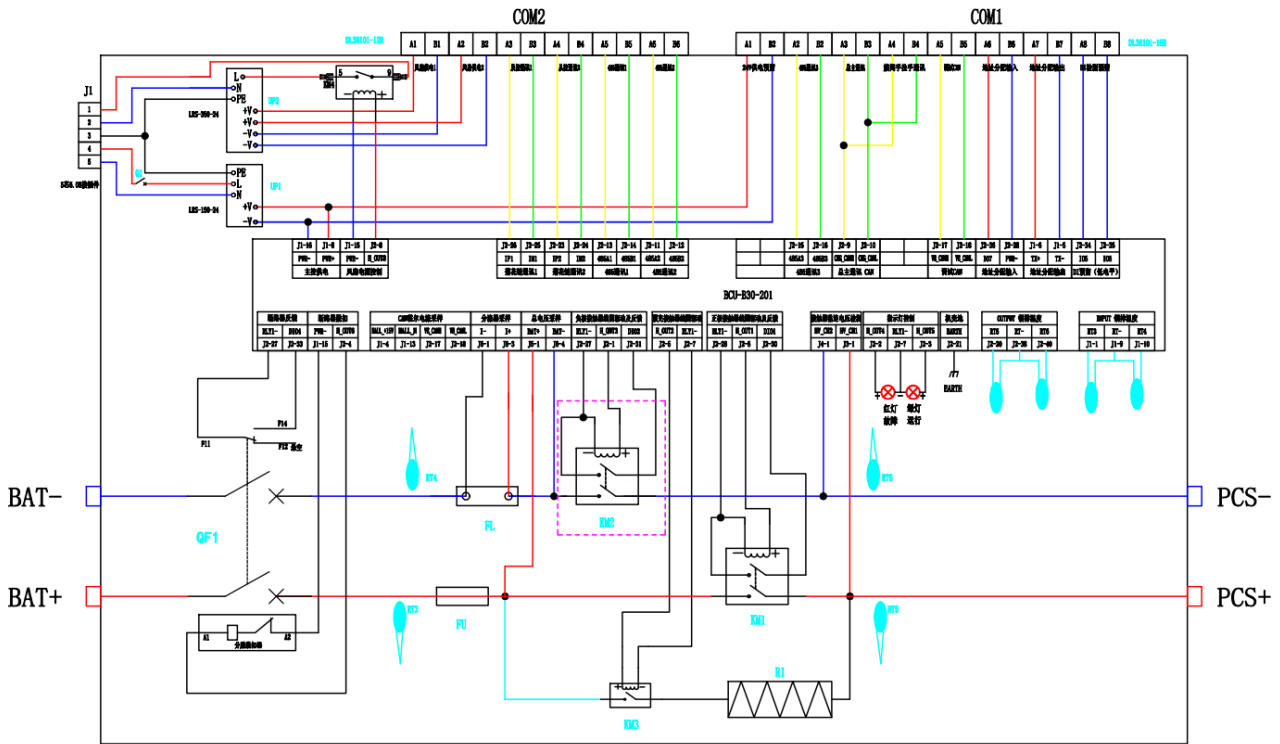

图 1 高压箱电气原理图
- 1) 产品安装尺寸如图 1(深\*宽\*高): 648\*420\*222.5mm (不包含固定支架);